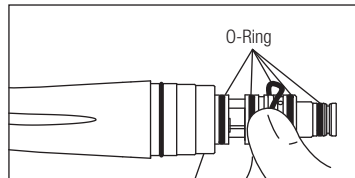

Fig. 8
- 2) Con il pollice, rimuovere delicatamente tutti gli O-ring (Fig. 8).